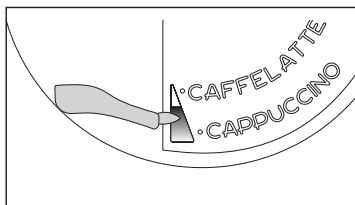

Fig. 41
- ▶ Coloque el regulador de espuma de leche (C1) entre las palabras CAPPUCCINO y CAFFELATTE impresas en la tapa del recipiente de la leche. La cantidad de espuma puede ajustarse moviendo el regulador hacia la palabra CAFFELATTE para que la espuma sea más densa. Moviéndolo hacia la palabra CAPPUCCINO la espuma será menos densa (Fig. 41).